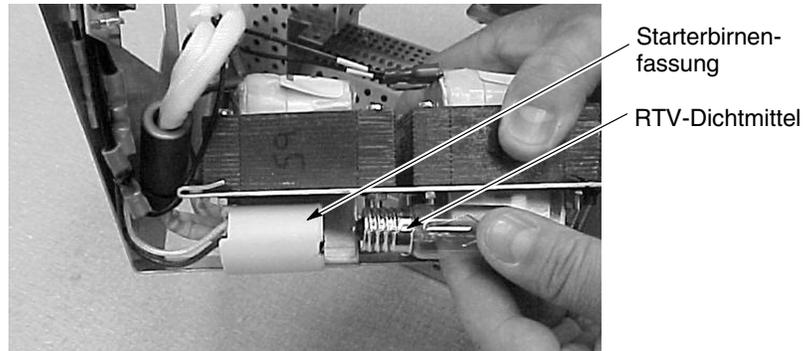

Abbildung 6-24 Ersetzen der Starterbirne
2. Siehe Abbildung 6-24. Das bei Raumtemperatur vulkanisierende (RTV)-Dichtmittel an Lampenkolbenfassung aufschneiden und den Lampenkolben herausschrauben.